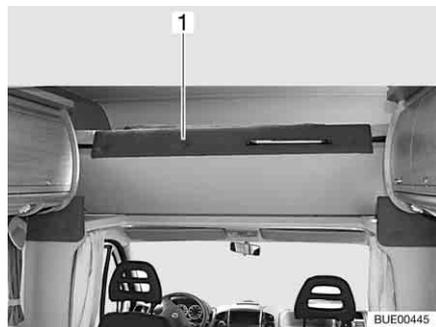

Bild 84 Alkovenbett, nach oben geklappt
- Alkovenbett (Bild 84,1) vorn nach oben klappen. Das Alkovenbett wird von Gasdruck-Federn in der oberen Stellung gehalten.